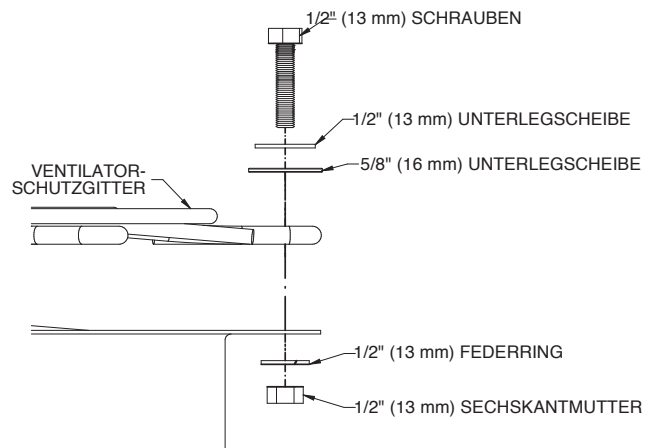

Abb. 14 – Befestigung des Ventilatorschutzgitters am Zylinder
4. Befestigen Sie die Gitter an jeder Bohrung, wie in Abb. 14 dargestellt.